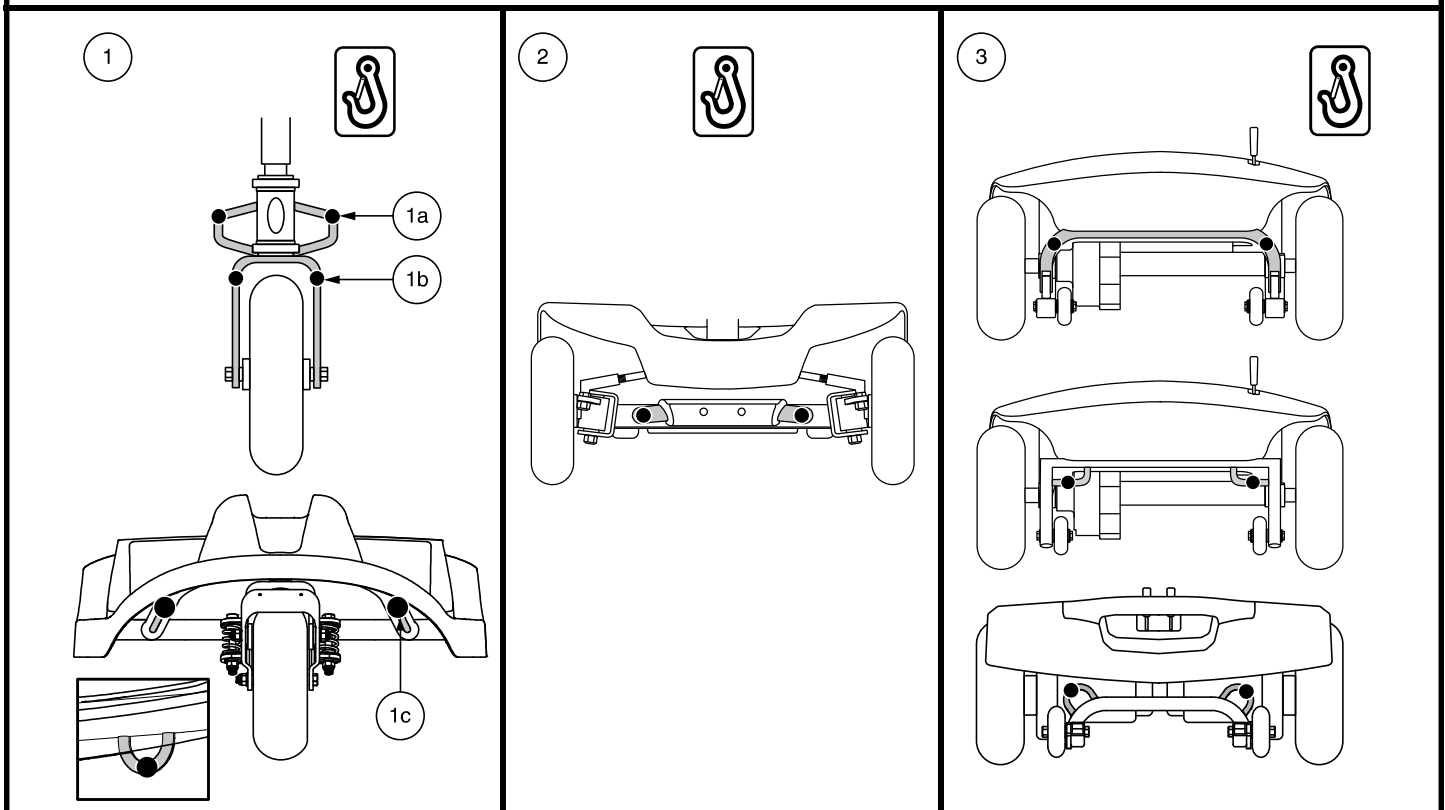

Figure 15. Points d'ancrage (Identifié avec des points noirs)
Le Travel Scooter doit toujours être ancrés face à l'avant du véhicule. Fixez les quatre (4) courroies aux points d'ancrage désignés sur le Travel Scooter. **Voir la figure 15.** Serrez bien les courroies pour retirer le jeu excessif. N'attachez jamais le Travel Scooter par ses composants réglables ou mobiles tels que les accoudoirs, capots ou roues. Ces articles devraient être enlevés. Positionnez les points d'ancrage arrière des courroies directement derrière le Travel Scooter. Les points d'ancrage avant sont disposés plus loin de chaque côté du Travel Scooter afin d'augmenter la stabilité latérale.